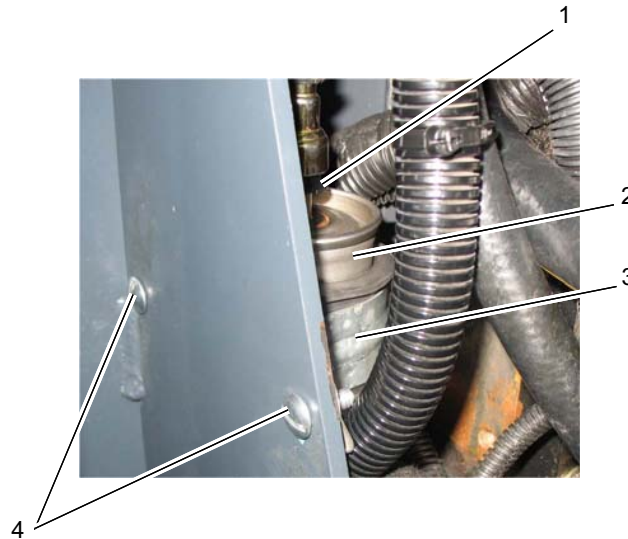

Abb.9a
2. Befestigungsschrauben (Abb. 9a/4) lösen.
3. Filterhalter (Abb. 9a/3) herausziehen.
4. Durch ziehen an Schnellspanner (Abb. 9a/1) den Benzinfilter (Abb. 9a/2) lösen und wechseln.